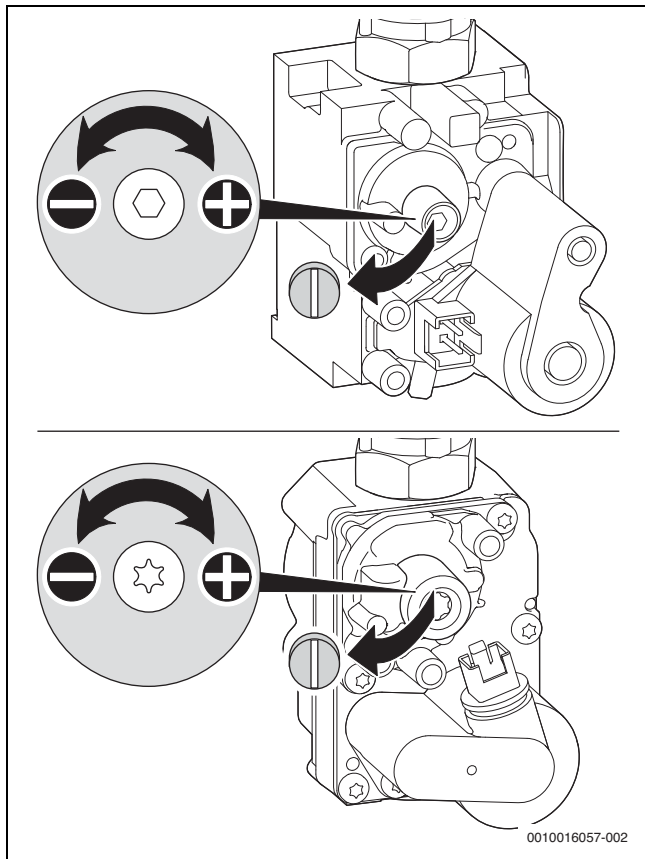

Fig. 39 Rimuovere il piombino sulla vite di regolazione
- Se il valore letto si trova tra 0 e -0,1 mbar, impostare la pressione differenziale come mostrato di seguito (→ fig. 39).